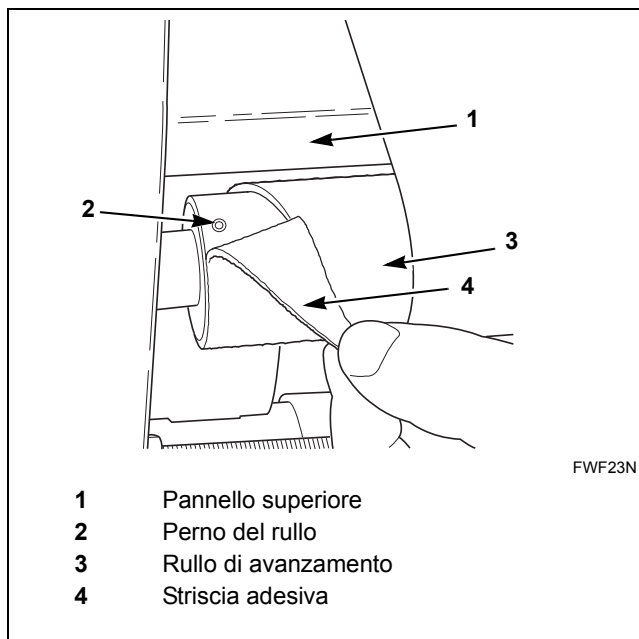

Figura 24
3. Staccare la striscia adesiva dal lato sinistro del rullo di avanzamento per esporre il perno del rullo. Consultare la *Figura 24*.